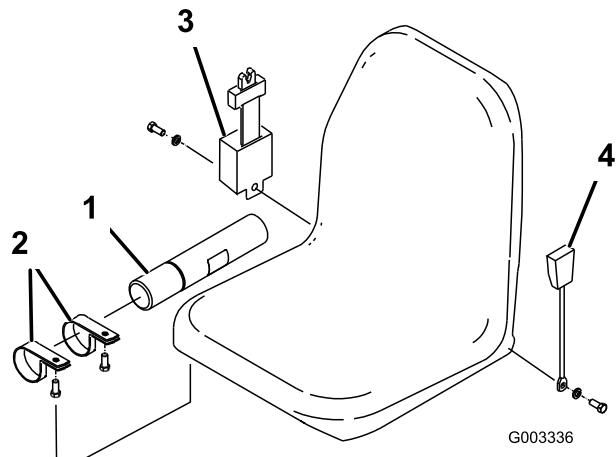

Figure 3
1. Montez le tube manuel sur la suspension du siège au moyen des 2 pinces en R fournies avec les pièces détachées (Figure 3).
2. Montez la ceinture de sécurité de chaque côté du siège avec un boulon et une rondelle-frein, fournis avec les pièces détachées (Figure 3). L'enrouleur de la ceinture de sécurité doit être monté à droite du siège et la boucle à gauche.